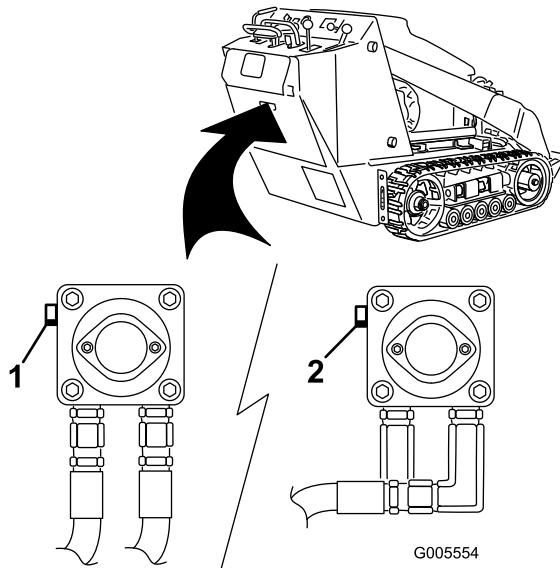

Bild 18
3. Drehen Sie die Schleppventile auf der Hydraulikölspülung mit einem Schraubenschlüssel zweimal entgegen dem Uhrzeigersinn (Bild 18).